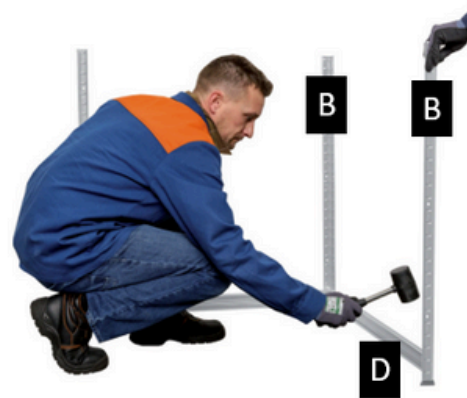

Abbildung 5
Schritt 2: Nimm die 3 Profile mit 90 Grad-Winkel und verbinde diese mit den beiden Traversen (Bauteile D), wie in Abbildung 5 dargestellt.